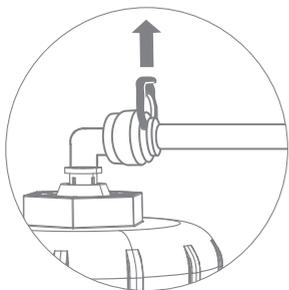

Рис. 16
3. Отсоедините стопорную клипсу, фиксирующую цангу (рис. 16). Отсоедините трубку, удерживая цангу прижатой к корпусу (см. раздел «Отсоединение трубок» (стр. 9)). При необходимости отсоедините все трубки от корпуса мембраны и извлеките его из корпуса фильтра.